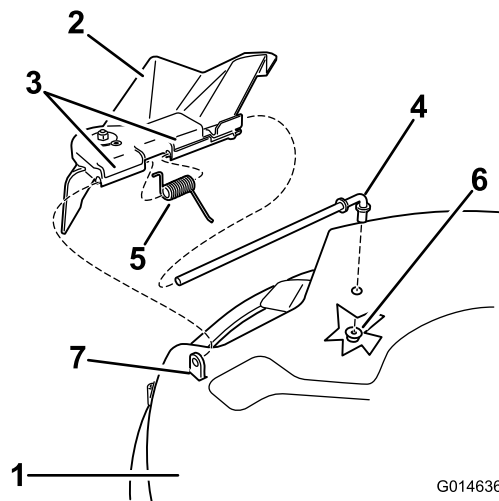

Figura 57
- Localize os itens apresentados em Figura 57.
- Remova a porca (3/8 pol.) da barra debaixo do cortador (Figura 57).
- Faça deslizar a barra para fora da parte saliente curta, da mola e do defletor de relva (Figura 57).
5. Substitua o defletor de relva (Figura 57).
7. Coloque a mola na barra, com a cablagem da extremidade para baixo, e entre os suportes do defletor de relva. Faça a barra deslizar pelo segundo suporte do defletor de relva (Figura 57).
9. Fixe a extremidade traseira da barra ao cortador com uma porca (3/8 pol.), como se mostra na Figura 57.